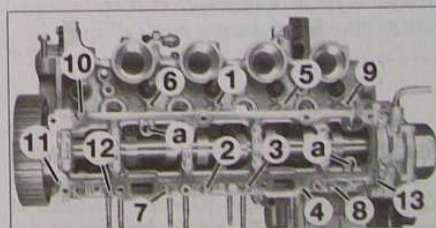

FIG.39
- Reposer le carter chapeau de paliers d'arbre à cames sur la culasse en le centrant à l'aide de deux pignes (outil réf (-). 0194-N) introduites dans les trous (a) prévus à cet effet (Fig.39).